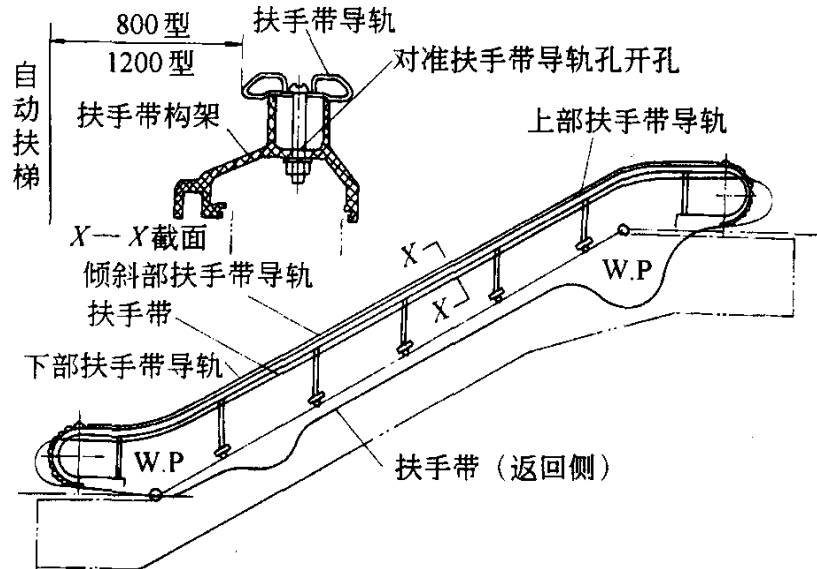

图 30-3-12
(1) 扶手支架、导轨安装完毕。
(2) 扶手导轨擦净，其连接处必须光滑，不可出现尖棱或刃边。2.7.3 施工方法（图 30-3-12）